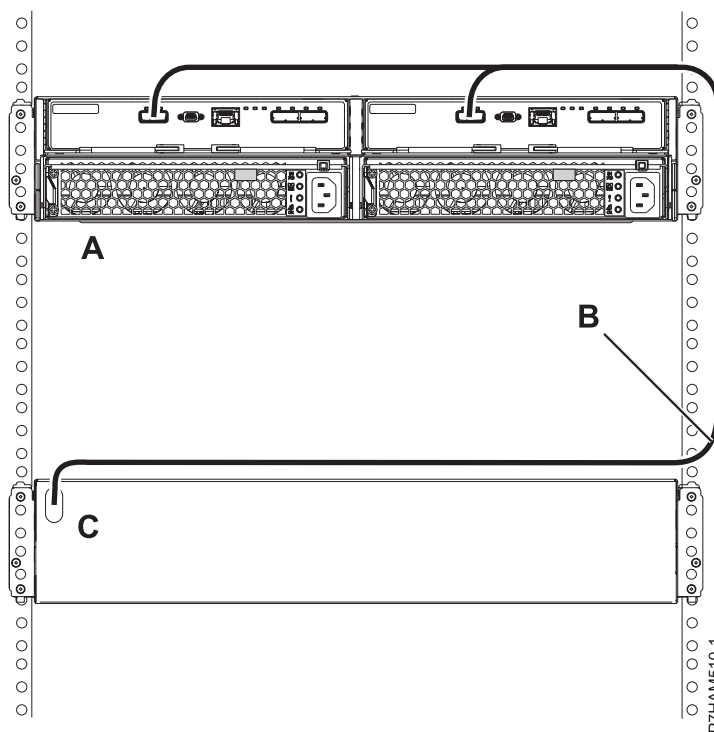

Figure 34. Mode 1 de connexion d'un boîtier d'unité de disque 58/87 via un câble YI à un système avec prise en charge pour un tiroir SAS unique
8. Effectuez la connexion de mode 1 d'un boîtier d'unité de disque 58/87 (A) via un câble YI (B) vers un système prenant en charge un tiroir SAS unique (C), comme illustré dans la figure 34.